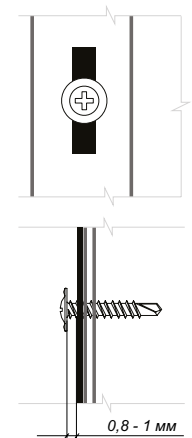

Рис. 16
- Прижмите панель к обрешетке и закрепите саморезами в гвоздевую полку. Прикручивайте панель от центра к краям. Не крепите сайдинг слишком плотно. Оставьте расстояние примерно 0,8-1 мм между нижним краем шляпки самореза и панелью, так чтобы она имела свободный ход по горизонтали (рис. 16).